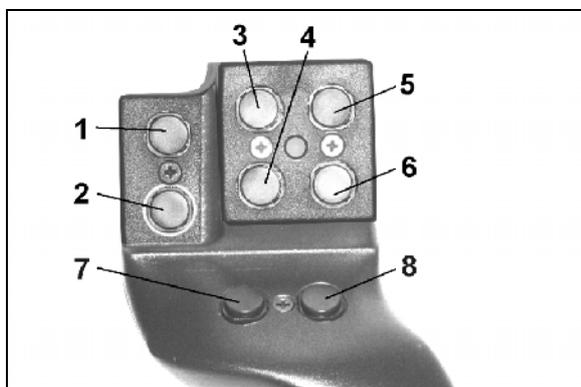
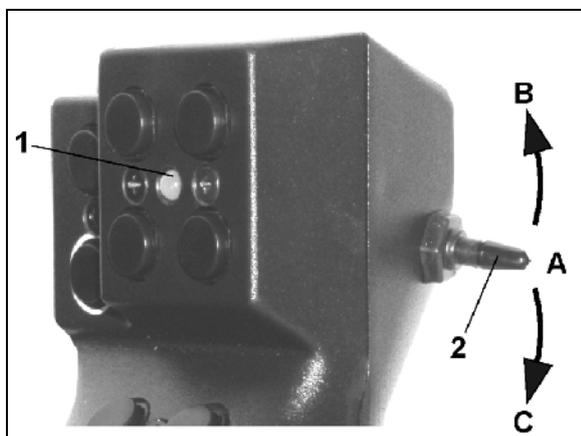

Fig. 129
Fig. 130
Pour la commande de l'AMATRON⁺, la poignée multifonctions (Fig. 129) offre 8 touches (1 - 8). Un commutateur (Fig. 130/2) donne aux touches 3 affectations différentes.
- position centrale (Fig. 130/A) et peut être manœuvré
- vers le haut (Fig. 130/B) ou
- vers le bas (Fig. 130/C).
La position du commutateur est indiquée par une DEL (Fig. 130/1).